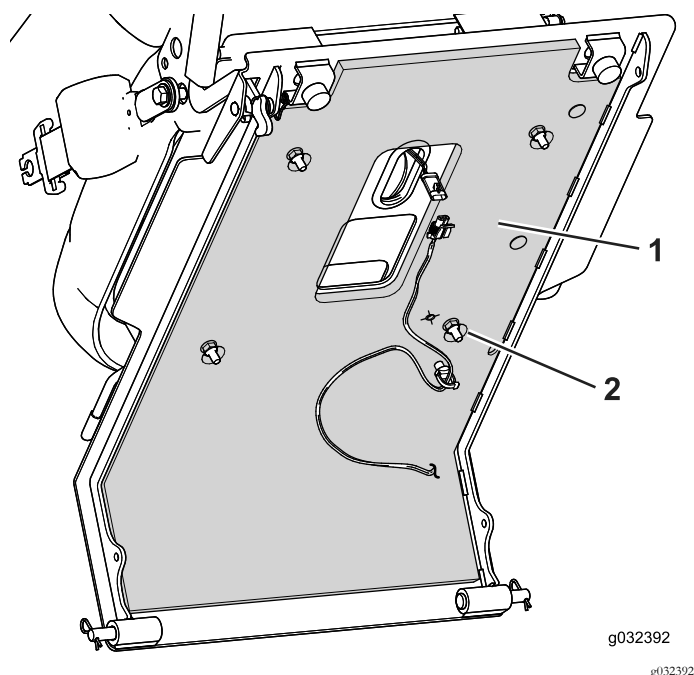

Figura 3
- Retire a parte posterior e aplique o autocolante na parte inferior da plataforma do banco (Figura 3).